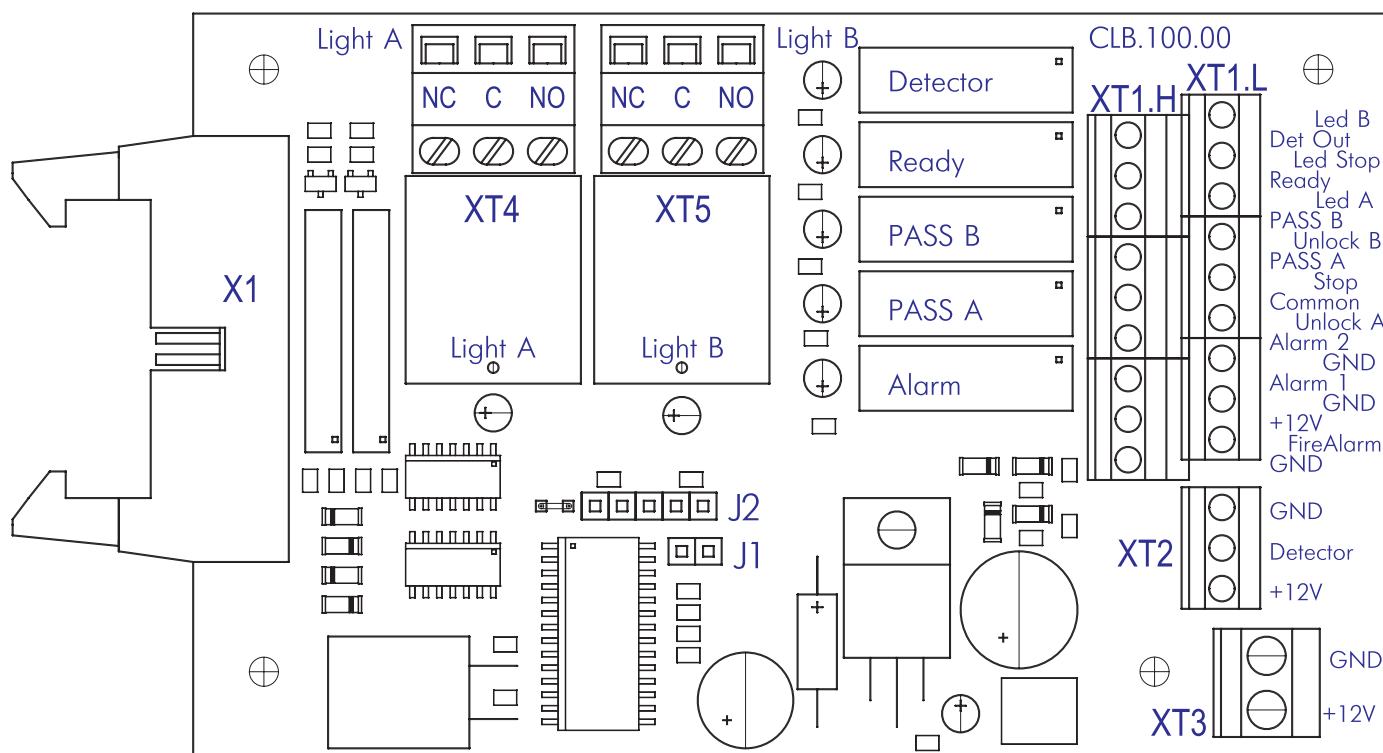

Рисунок 3. Внешний вид платы CLB
5.2.4. Пульт управления выполнен в виде небольшого настольного прибора в корпусе из ударопрочного АБС пластика и предназначен для задания и индикации режимов работы при ручном управлении турникетом. Пульт управления подключается к плате CLB гибким многожильным кабелем (13) через клеммную колодку "XT1.L" (см. рис. 3).
На лицевой панели корпуса пульта управления расположены три кнопки для задания режимов работы турникета. Над кнопками расположены индикаторы. Средняя кнопка (далее по тексту — кнопка STOP) предназначена для переключения турникета в режим "Запрет прохода". Левая и правая кнопки предназначены для разблокировки турникета в выбранном направлении. Изменить ориентацию пульта управления относительно установки турникета (если по месту установки турникет обращен к оператору не лицевой, а тыльной стороной) можно, поменяв местами провода от пульта управления, подключаемые на контакты Unlock A и Unlock B, а так же Led A и Led B соответственно (см. рис. 3 и 4).
5.2.5. На плате CLB (см. рис. 3) расположены:
6.1.2. Подключение указанных в п. 6.1.1 устройств производится с помощью кабеля (13) к соответствующим клеммным колодкам “ХТ1.Л” и “ХТ1.Н” платы CLB (см. рис. 3) в соответствии со схемой электрических соединений (см. рис. 4).
6.1.7. Обозначения установленных на плате CLB клеммных колодок и назначение их контактов показаны на рис. 3 и на наклейке, соответствующей рис. 3, расположенной внутри стойки турникета под левой стенкой внешней (2) ниже платы CLB.
6.2.2. Реле PASS A (контакты PASS A и Common), PASS B (контакты PASS B и Common), Ready (контакты Ready и Common), Detector (контакты DetOut и Common) и Alarm (контакты Alarm 1 и Alarm 2) имеют нормально-разомкнутые контакты. При этом общий для этих реле контакт Common не соединён с минусом источника питания турникета. В исходном (неактивном) состоянии при включенном питании контакты реле PASS A, PASS B, Ready и Detector замкнуты (на обмотку реле подано напряжение), а контакты реле Alarm разомкнуты (напряжение на обмотку реле не подано). Факт срабатывания/отпускания реле PASS A, PASS B, Ready, Detector и Alarm можно определить по загоранию/гашению красных индикаторов, которые установлены вблизи указанных реле (см. рис. 3). Выходные каскады для PASS A, PASS B, Ready, Det Out и Alarm — контакты реле со следующими характеристиками сигналов:
6.6.2. Подключение датчика контроля зоны прохода производится к клеммной колодке "ХТ2", а сирены — к клеммной колодке "ХТ1.Н" платы CLB согласно схеме электрических соединений (см. рис. 3 и 4). Датчик контроля зоны прохода должен иметь нормально-замкнутые контакты.
На контакты Det Out и Common клеммной колодки "ХТ1.Н" платы CLB (см. рис. 3) всегда транслируется сигнал о текущем состоянии датчика контроля зоны прохода.
6.6.3. Подключение устройства, подающего команду аварийной разблокировки, производится к клеммной колодке "ХТ1.Л" платы CLB согласно схеме электрических соединений (см. рис. 3 и 4).
6.6.4. Выносные индикаторы подключаются на клеммные колодки "ХТ4" (Light A) и "ХТ5" (Light B). При этом реле Light A (Light B) активизировано (на его обмотку подано напряжение), когда горит зеленая пиктограмма «↑» на блоке индикации (5), соответствующая данному направлению прохода, и нормализовано (на его обмотку напряжение не подано), когда горит красная пиктограмма «X», соответствующая данному направлению прохода. Факт срабатывания/отпускания реле Light A и Light B можно определить по загоранию/гашению красных индикаторов, которые установлены вблизи указанных реле (см. рисунок 3). Выходные каскады для Light A и Light B — перекидные контакты реле со следующими характеристиками сигналов:
6.8.2. Режим управления определяется наличием перемычки на разъеме J1 (расположение разъема J1 показано на рис. 3 и на наклейке, находящейся внутри стойки турникета под левой стенкой внешней (2) ниже платы CLB): перемычка установлена — импульсный режим управления, перемычка снята — потенциальный режим управления. При поставке перемычка установлена.